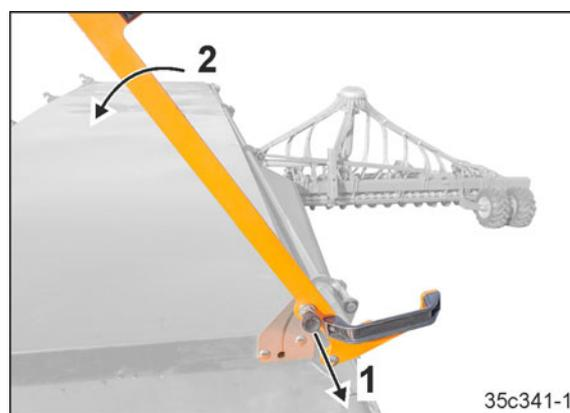

Рис. 229
3. Выньте подпружиненный палец (Рис. 229/1) и поверните рычаг (Рис. 229/2) вниз.